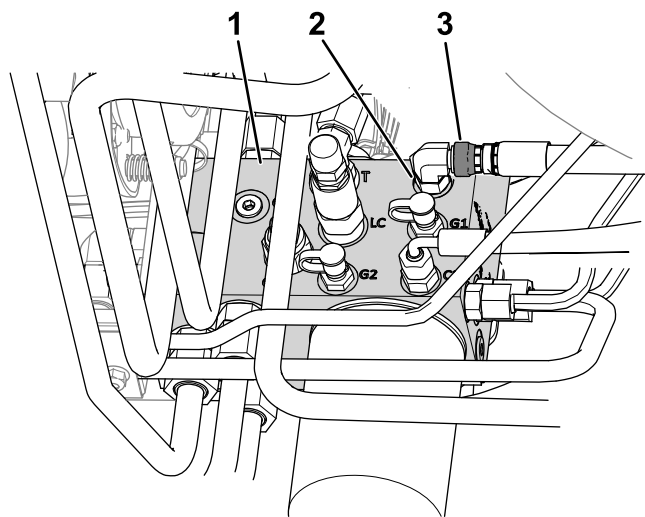

Figura 10
- B. Slăbiți piulia pivotantă a furtunului conectată la portul C1 al colectorului hidraulic (Figura 10).